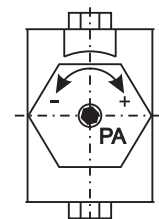

Рисунок 5
2. Регулировочным винтом "РА" на торце доводчика (рисунок 5), используя таблицу 1, отрегулируйте мощность пружины.